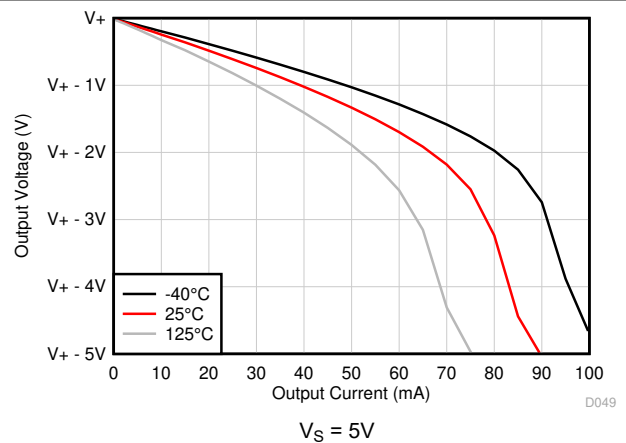
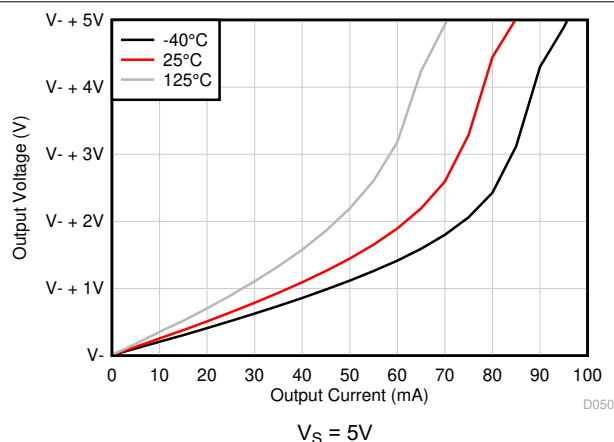

图 5-12. 输出电压摆幅与输出电流 (拉电流) 间的关系 (新裸片)
图 5-13. 输出电压摆幅与输出电流 (灌电流) 间的关系 (新裸片)
(1) 在高电源电压下，将 TL97x 突然短接至中位电压或接地可导致快速热关断。如果根据图 5-12 和图 5-13 避免了快速热关断，则可实现大于 I_{SC} 的输出电流。